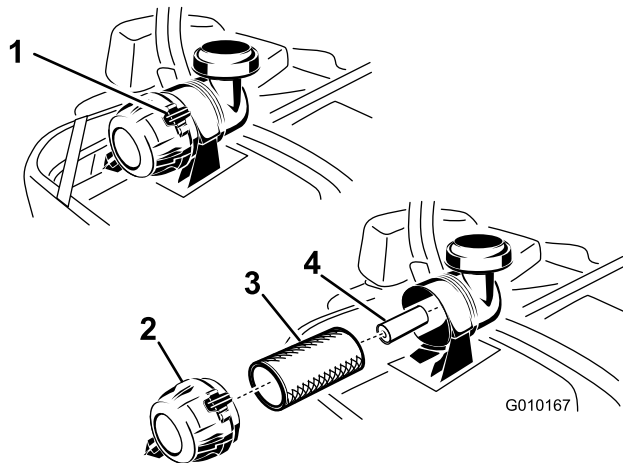

Figura 46
3. Presione hacia abajo para abrir los enganches del limpiador de aire y tire de la tapa del limpiador de aire para separarla de la carcasa del limpiador de aire (Figura 46).
5. Extraiga con cuidado el filtro primario del cuerpo del limpiador de aire (Figura 46). Evite golpear el filtro contra el lado de la carcasa.
1. No limpie el filtro de papel, cámbielo (Figura 46).
2. Si va a cambiar el filtro secundario, deslícelo cuidadosamente en el cuerpo del filtro (Figura 46).
3. Deslice cuidadosamente el filtro primario por encima del filtro secundario (Figura 46). Asegúrese de que está bien asentado empujando sobre el borde exterior del filtro mientras lo instala.
4. Instale la tapa del limpiador de aire y gírela hasta que los enganches la bloqueen en su sitio (Figura 46).